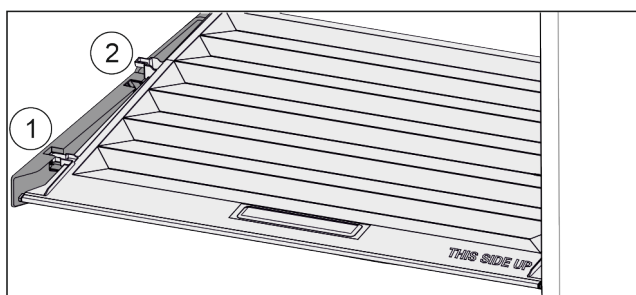

Fig. 83
- Poklopac do otvora u pridržnim dijelovima povucite prema naprijed Fig. 83 (1).
- Podignite ga odozdo sa stražnje strane i izvadite prema gore Fig. 83 (2).